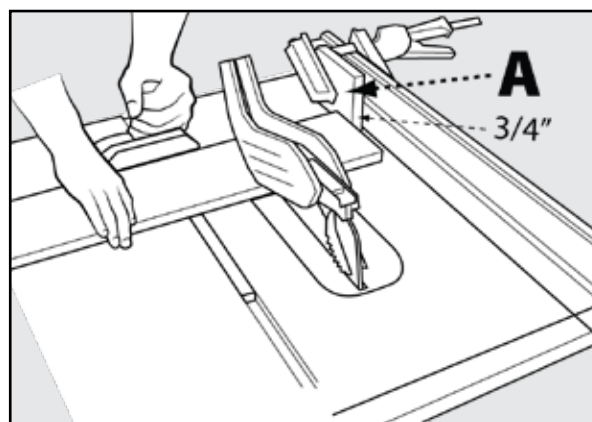

FIGURE 37
Les dimensions pour la fabrication d'un cale-guide typique sont présentées à la figure 37. Faites votre caleguide à partir d'un morceau de bois rectiligne qui est exempt de nœuds et de fissures. Fixer le cale-guide au guide ou à la table de sorte qu'il tienne la pièce contre le guide ou la table. Le serrage d'une planche de plumes devant la lame peut augmenter la sécurité lors de coupes non traversées et traversantes.
Lors de la coupe transversale d'un certain nombre de pièces de la même longueur, vous pouvez fixer un bloc de bois (A) (voir figure 37) au guide et l'utiliser comme une jauge de découpe. Le bloc (A) doit être d'au moins 3/4 po (19 mm) d'épaisseur pour empêcher la pièce coupée de se coincer entre la lame et le guide. Une fois que la longueur de découpe est déterminée, verrouiller le guide et utiliser le guide d'onglet pour pousser la pièce dans la lame.